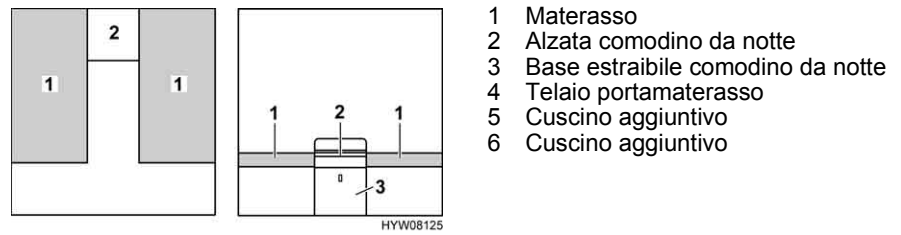

Fig. 83 Prima della trasformazione
- Rimuovere l'alzata del comodino da notte (Fig. 83,2) e metterla da parte.